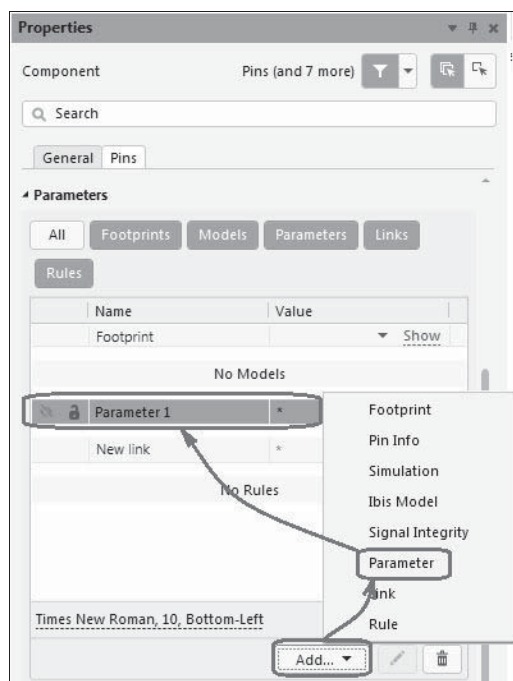

Рис. 2.8. Редактирование списка параметров компонента
1. В секции **Parameters** панели **Properties** (в режиме **Component** — редактирования свойств компонента) щелчком на кнопке **Add** откройте контекстное меню и выберите команду **Parameter** (рис. 2.8).